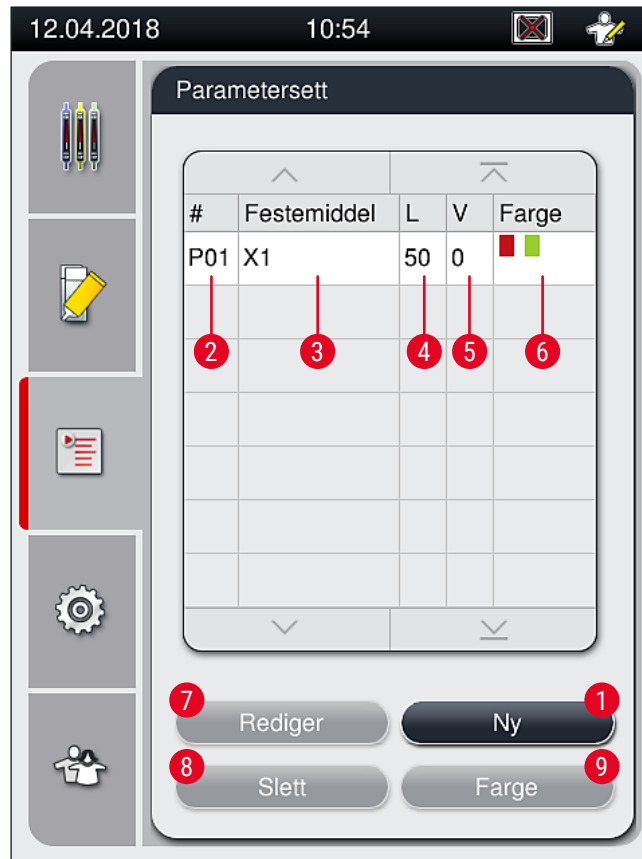

Fig. 42
- Parametersettmenyen (→ Fig. 42) lar brukeren opprette nye parametersett, endre eksisterende eller tilordne en stativhåndtaksfarge til et parametersett. Å opprette eller endre et parametersett krever brukertilgangen **Administrator** og er bare mulig hvis det ikke er noen stativ i apparatet og apparatet er inaktivt.
- ✓ Det nylig opprettede parametersettet er nå lagret og kan velges i parametersettmenyen (→ Fig. 42).